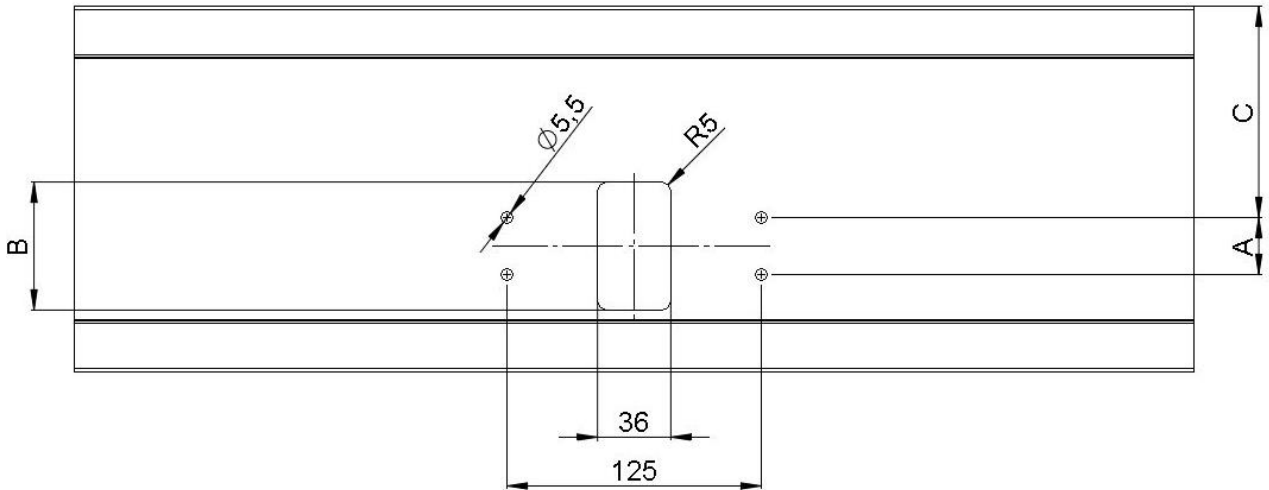

Abb. 5: Beispiel: Einbauzeichnung in der Rückansicht dargestellt (Ausschnitt und Bohrbild für 4-polige Schleifkontakt-Sensoreinheit)
- Schleifleitungsschienen ggf. auf Maß zuschneiden (siehe Abb. 5), Schnittkanten entgraten. Nähere Angaben siehe Montageanleitung für Schienenmaterial / Schleifleitung 0815